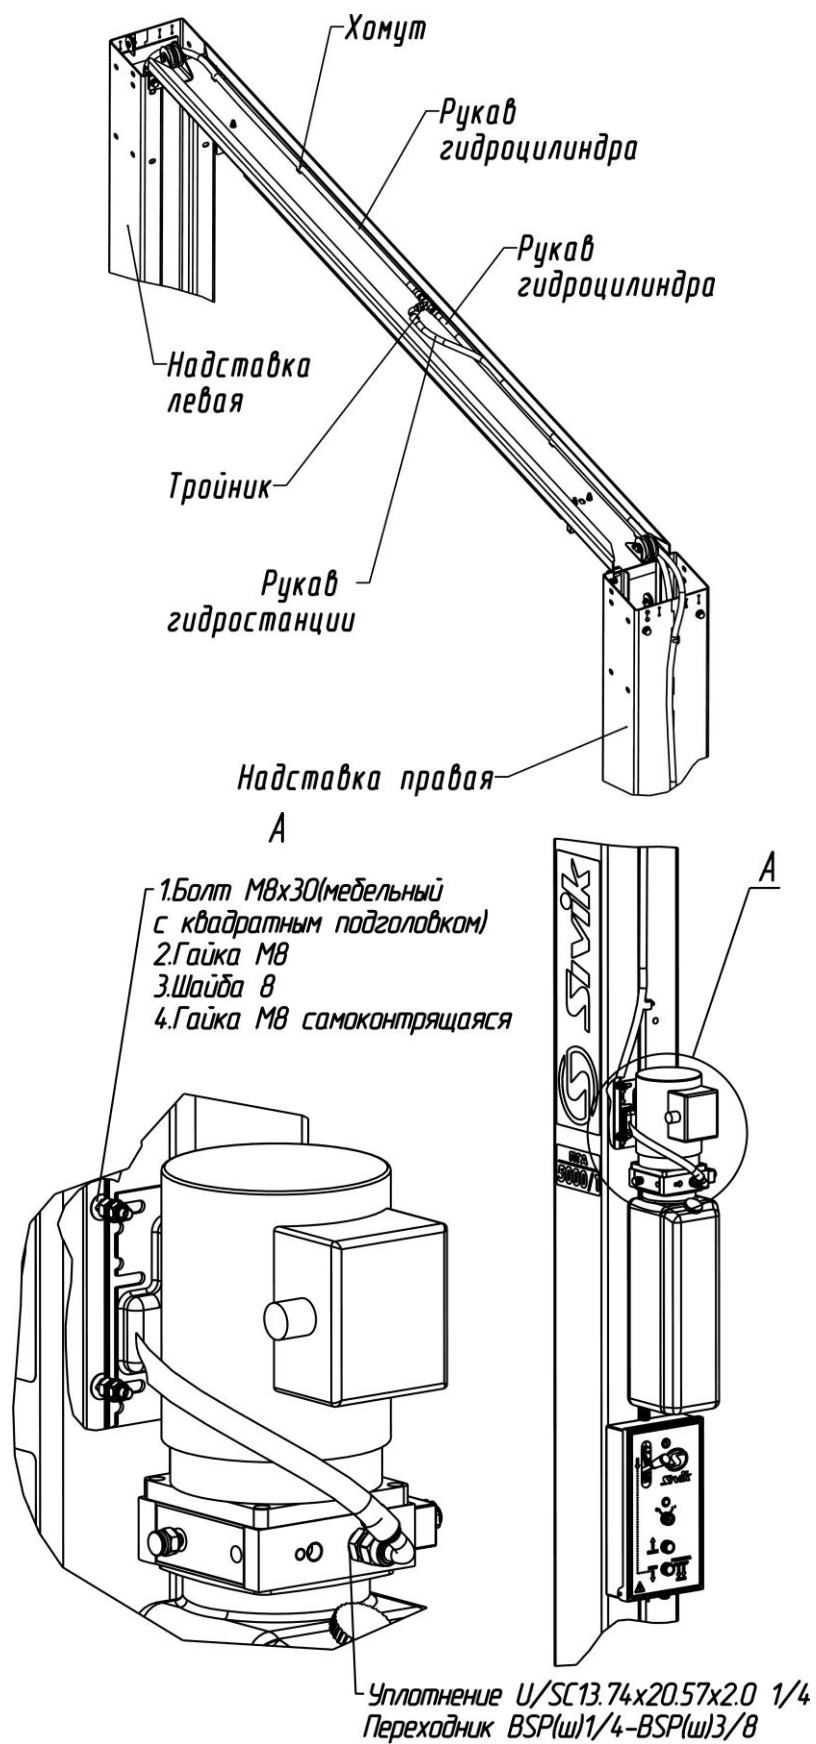

Рисунок 6.4 – Соединение рукавов высокого давления и монтаж гидростанции
6.5 Рукава высокого давления (Р.В.Д.) соединить между собой при помощи тройника, как представлено на рисунке 6.4. При затяжки гаек не допускается скручивание рукавов. Тройник должен располагаться горизонтально так, чтобы Р.В.Д. не касались тросов системы синхронизации. Рукава высокого давления зафиксировать на перекладине, надставках и колонне хомутами обжимными при помощи болтов М6х20, гаек М6 (самоконтрящиеся), места крепления хомутов (9шт.) – квадратные окна 6х6мм. Гидростанцию закрепить на правой стойке над пультом управления с помощью 4-х болтов М8 (с квадратным подголовком), гаек М8, шайб 8 и гаек М8 (самоконтрящиеся) (рисунок 6.4).